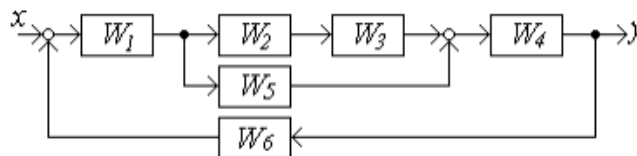

Рисунок 1.4
4. Найти эквивалентную передаточную функцию схемы (рисунок 1.4).